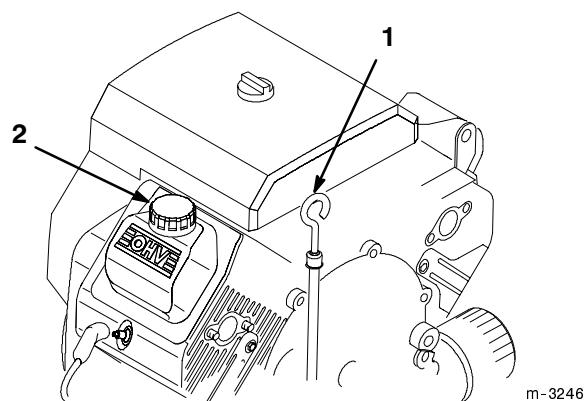

Abbildung 4
3. Den Bereich um den Ölpeilstab (Abb. 4) herum sauberwischen, damit kein Schmutz in das Peilstabrohr fallen und den Motor beschädigen kann.
5. Den Ölpeilstab ganz in das Peilstabrohr schieben (Abb. 4). Den Peilstab herausziehen und das Metallende untersuchen. Bei zu niedrigem Ölstand Öl nachfüllen. Siehe “Motoröl”, Seite 30.